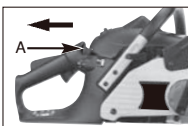

Fig. 8B
2. Tirare la leva dell'aria/il grilletto dell'acceleratore (A) in anticipo. Questo imposta la leva dell'aria e anticipa il grilletto dell'acceleratore per facilitare l'avviamento. (Fig. 8B)